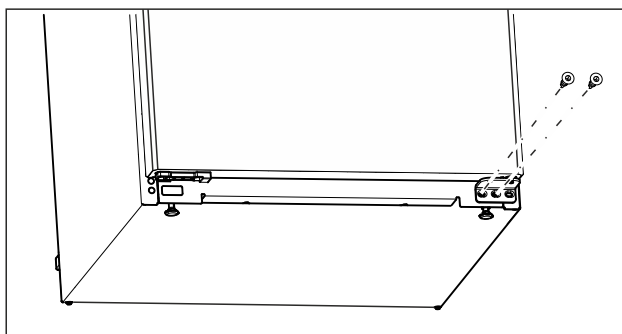

Fig. 10
- Izskrūvējiet vidējo skrūvi apakšējā gultņa balstā ar skrūvgriezi Torx 20. (skat. Fig. 10)
- Izskrūvējiet iekšējo skrūvi apakšējā gultņa balstā ar skrūvgriezi Torx 20. (skat. Fig. 10)